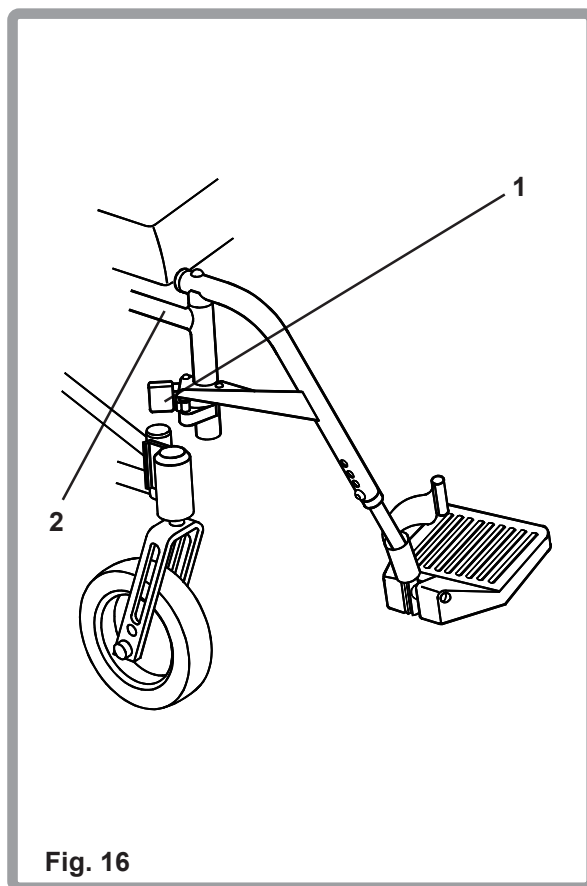

Fig. 16
Las sillas de ruedas Zippie TS y Quickie TS incorporan como parte del equipamiento estándar posapiés giratorios (Fig. 16). Esta característica facilita las transferencias frontales a efectuar desde la silla de ruedas.
Para desmontar el reposapiés (Fig. 16), empuje el pasador de liberación (1) en dirección al armazón (2) y gire el reposapiés hacia afuera. Para extraer el reposapiés de la silla de ruedas, levántelo verticalmente desde esta posición.